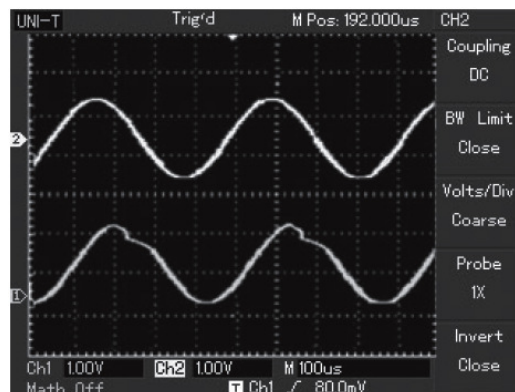

Рисунок 3-2. Задержка сигнала
2. Обратите внимание на изменения осциллограммы (см. Рисунок 3-2)